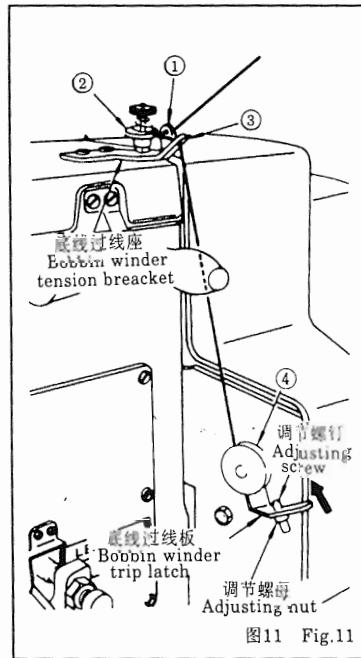

图11 Fig.11
9. 底线的绕线方法 图11
9. WINDING THE BOBBIN Fig.11